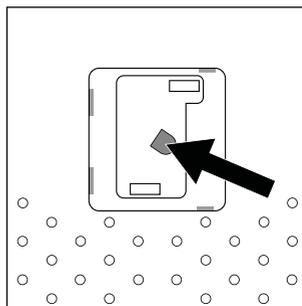

Fig. 2
3. La lentille du capteur à particules se trouve à gauche (voir fig. 2). Nettoyez-la avec un coton tige sec ou avec un chiffon doux et sec.